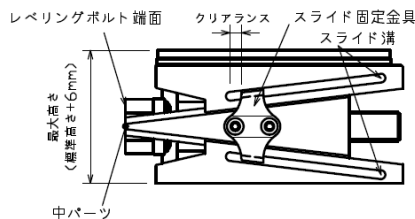

図5：最大高さ時
- 最大高さの目安としてHWM-001314は中パーツ先端が上パーツ側面、下パーツ側面までスライドしてきます。HWM-001111は、レベリングボルト端面までスライドしてきます。それ以上、上げないようにしてください。(図5)